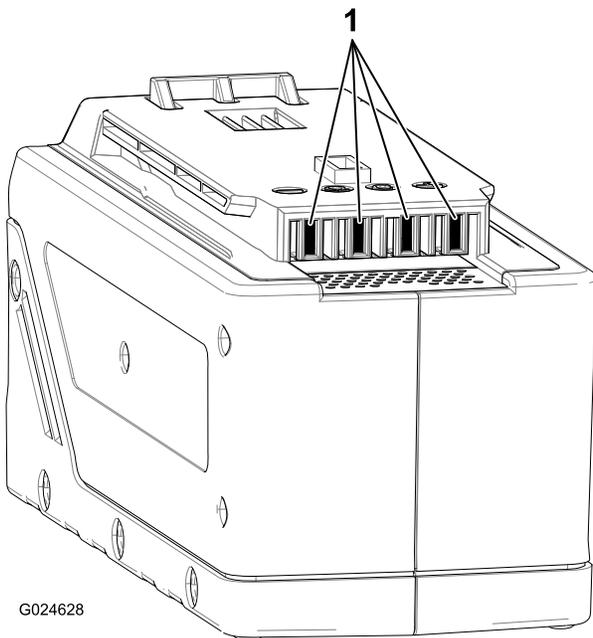

Figure 11
**Remarque:** Si vous n'arrivez pas à enlever la batterie, appliquez un peu de graisse diélectrique sur les bornes (Figure 11). N'utilisez pas un autre type de lubrifiant car vous pourriez endommager les bornes.